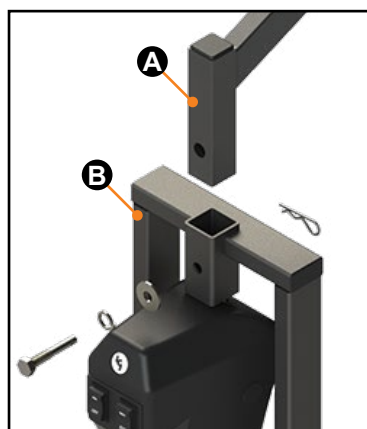

Fig.4
2. Installer un vélo sur le porte-vélos du côté de la caravane de sorte que le dessus de chaque roue soit supporté par une bride de fixation (**Fig.4**).